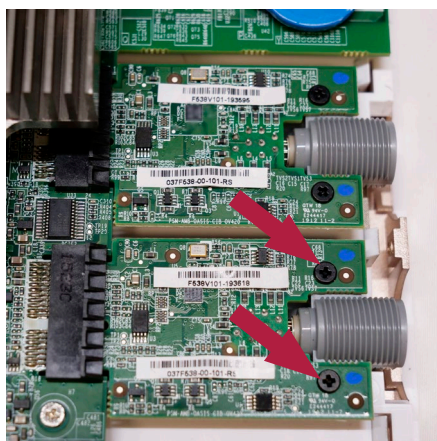

図16 交換するVDIボードのネジを取り外す
a) ドライバーを使用して、VDI ボードを保持している2本の黒いネジを緩めます (図16を参照)
- e) VDIボードを所定の位置に固定する2本の黒いネジ（最大トルク 0.2Nm）を挿入して締めます（図16を参照）